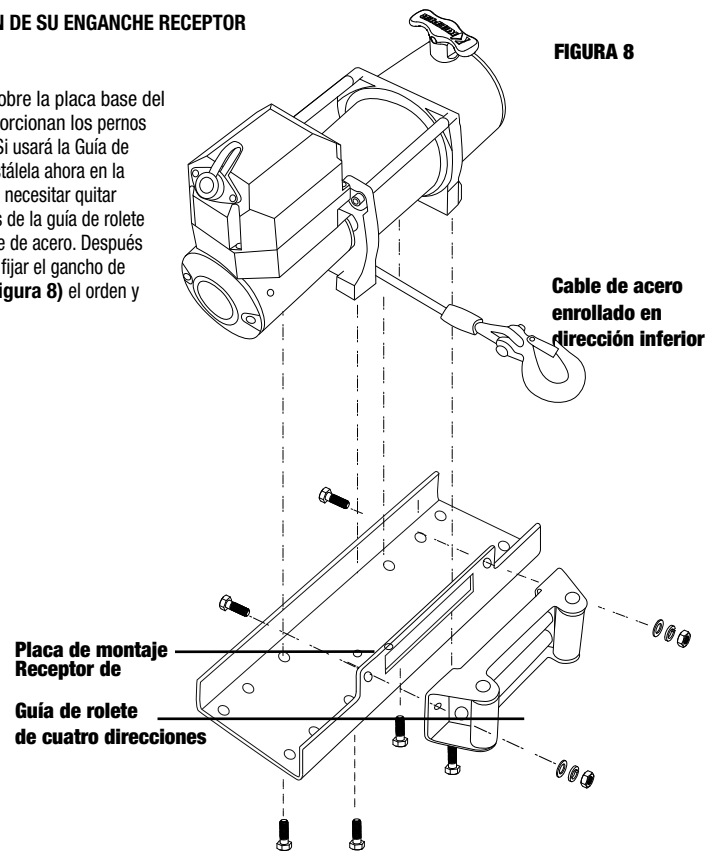

FIGURA 8
Lea y siga las instrucciones cuidadosamente para asegurarse de la alineación adecuada del cabrestante y su operación sin problemas. El cabrestante **DEBE** estar montado con el cable de acero en dirección de enrollado inferior (**FIGURA 8**). **DEBE** usar solamente la pieza de reemplazo genuina del cabrestante Keeper, cable de acero número de parte 28 m X 9.5 mm (92' X 3/8") KWA14625.
Paso 1 Monte el cabrestante sobre la placa base del kit de montaje; se proporcionan los pernos de montaje adecuados. Si usará la Guía de rolete que se incluye, instálela ahora en la placa de montaje. Puede necesitar quitar uno o más de los rodillos de la guía de rolete para hacer pasar el cable de acero. Después de hacerlo, puede ahora fijar el gancho de abrazadera. Vea en la (Figura 8) el orden y dirección de los pernos.